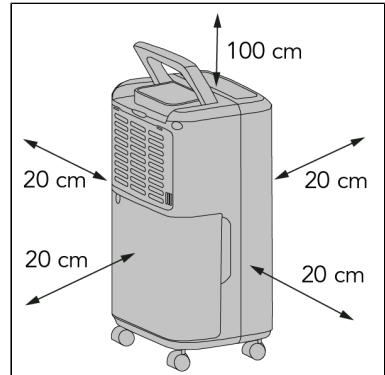

Figura 62.
2. Mantenerle le seguenti distanze minime per garantire una corretta circolazione dell'aria dell'unità (Figura 62*):